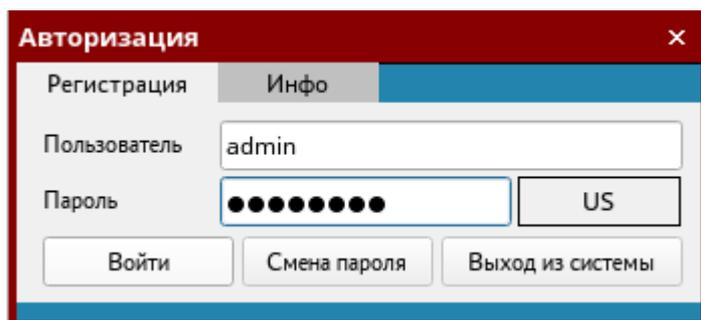

Рисунок 1 – Панель авторизации пользователя
- в процессе загрузки среды визуализации Alpha.HMI появится диалоговое окно авторизации (см. Рисунок 1), в котором следует выбрать пользователя с соответствующим уровнем доступа из выпадающего списка и ввести пароль, после чего нажать курсором мыши кнопку «Войти». При вводе пароля символы заменяются специальными символами «•». Уточнить статус пользователя можно, нажав блокнотный корешок «Инфо» на панели авторизации (см. Рисунок 2);